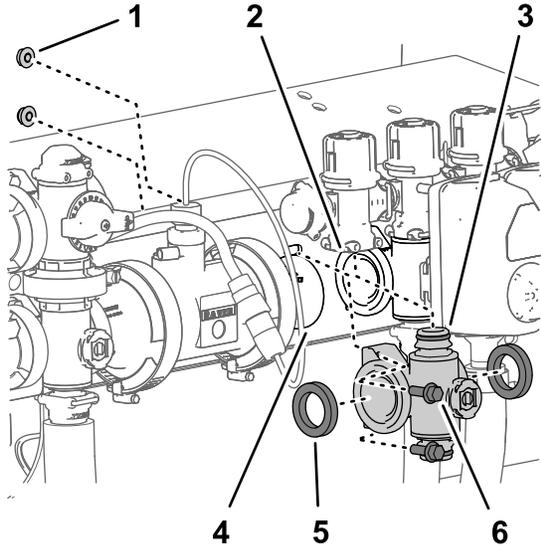

Figura 122
4. Para los distribuidores de la válvula de sección izquierdo y derecho, retire los 2 pernos con arandela prensada ( $\frac{1}{4}$ " x  $\frac{3}{4}$ ") y las tuercas prensadas y las 2 contratuercas prensadas ( $\frac{1}{4}$ ") que sujetan el distribuidor de la válvula de sección al soporte de la válvula (Figura 122).
5. Mueva el distribuidor de la válvula de sección y las juntas hacia abajo hasta que estén libres de la válvula de desvío de sección, y luego retírelos de la máquina (Figura 122).